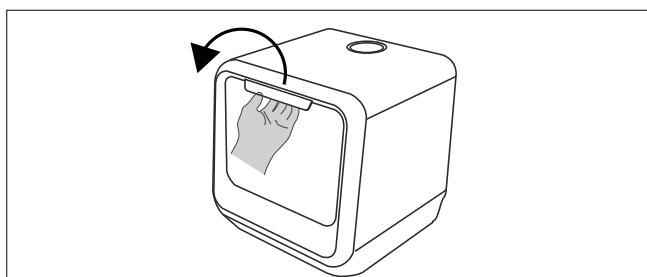

Abb. 12 – Tür öffnen
- ▶ Fassen Sie in die Griffmulde (1) und öffnen Sie die Tür, in dem Sie sie zu sich ziehen. Klappen Sie die Tür vollständig auf (siehe **Abb. 12**).
- ▶ Schieben Sie den Geschirrkorb (6) vollständig in das Gerät hinein.